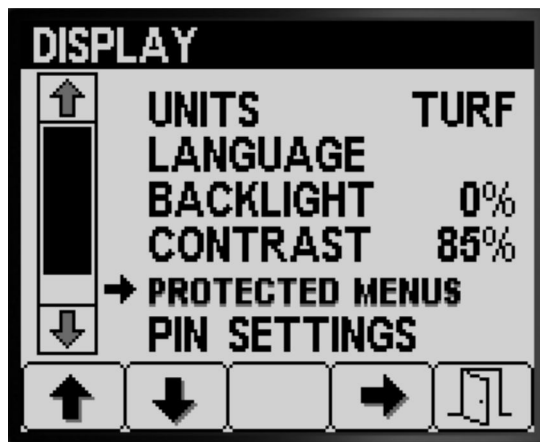

Figura 21
1. Pulse el botón 1 o el botón 2 para desplazarse a la opción MENÚS PROTEGIDOS (Figura 21).
- Pulse el botón 4 para seleccionar la opción MENÚS PROTEGIDOS (Figura 21).